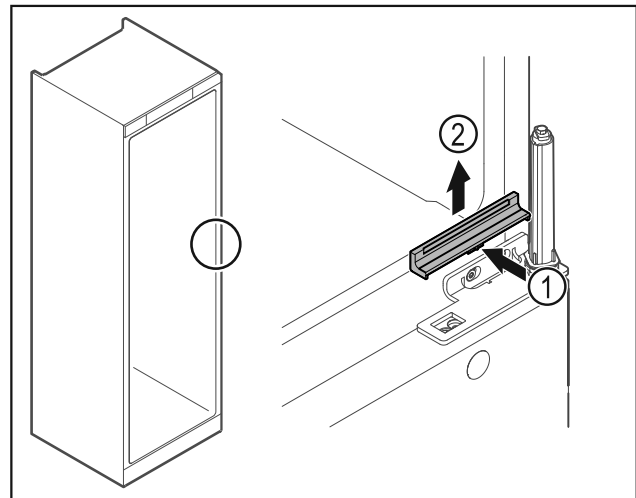

Fig. 31
- ▶ Trykk dekselet Fig. 31 (1) litt inn på midten, og trekk det opp og av Fig. 31 (2).